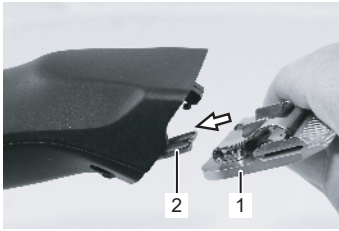

Fig. 17
6. Sätt klipphuvudet på svängarmen och vik den över den påslagna klippern med lätt tryck (fig. 17, 18, 19).